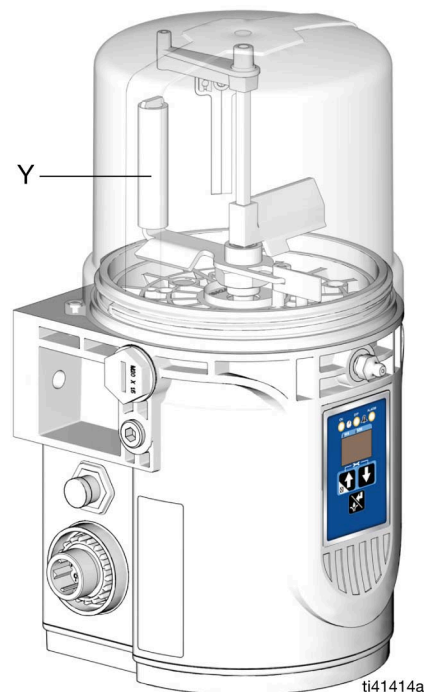

图 21
1. 将注入管连接到 Zerk 入口注入管件 (E) (图 21)。